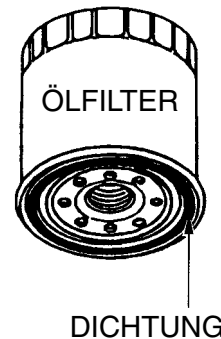

Abbildung 17. Ölfilter
- Motorölfilter (Abbildung 17) alle 200 Stunden ersetzen.